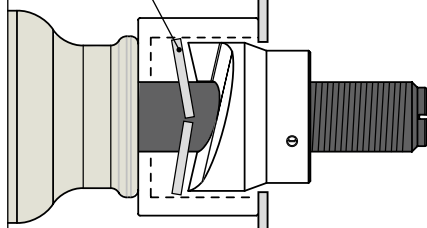

FIG. 2
- Sbloccare il manico mobile (36) tramite il cinturino (01).
- Premendo a fondo la leva sblocco pressione (44) si otterrà il ritorno del pistone con conseguente arretramento del punzone.
- Smontare il punzone dal tirante ed espellere lo sfrido di tranciatura dalla matrice; verificare che non rimangano residui di tranciatura all'interno della matrice (Rif. a Fig. 2).
- Far arretrare completamente il pistone, premendo a fondo la leva sblocco pressione (44).
- Bloccare il manico mobile mediante l'apposito cinturino (01).